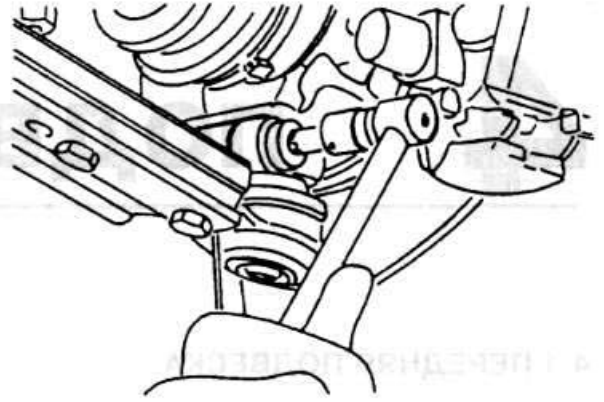

Рис. 4.5
- ◆ Разъедините шаровые шарниры опоры колонн подвески на поперечных рычагах (рис. 4.5).